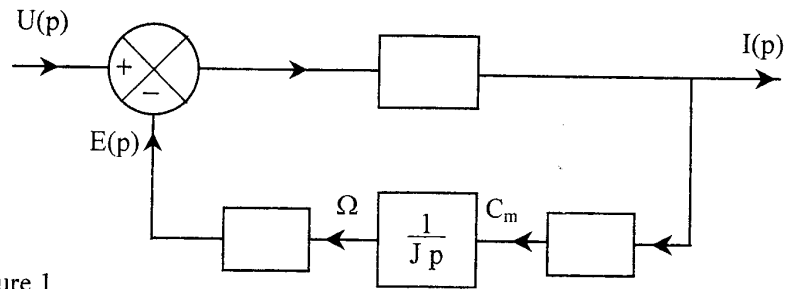

Figure 1
1.2.1. On note $U(p)$, $I(p)$, $C_m(p)$, $\Omega(p)$ et $E(p)$ les transformées de Laplace respectives de $u(t)$, $i(t)$, $C_m(t)$, $\Omega(t)$ et $e(t)$. Montrer, en complétant les blocs du schéma causal de la figure 1, que ce schéma traduit les équations (1), (2), (3) et (4).